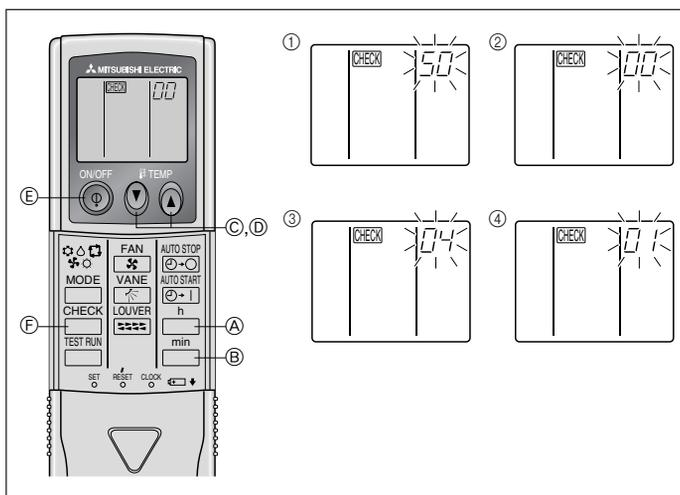

Fig. 6-9
- ⑧ Premere il pulsante MODE ; il modo e il numero del parametro (I) e (II) cambieranno restando costantemente accesi. Si può confermare il contenuto dell'impostazione.
- ⑨ Premere contemporaneamente i tasti FILTER e TEST RUN per almeno due secondi. La schermata di selezione funzioni scompare temporaneamente e appare l'indicazione di condizionatore d'aria spento.
2) Per il regolatore a distanza senza fili (Fig. 6-9)
- ① Attivare la modalità selezione funzioni. Premere due volte continuamente il pulsante . (Iniziare questa operazione dallo stato del display del comando a distanza in posizione di arresto.) **CHECK** si accende e "00" lampeggia. Premere una volta il pulsante temp per impostare "50". Dirigere il regolatore a distanza verso il ricevitore della sezione interna e premere il tasto .
- ② Impostazione del numero dell'unità. Premere il pulsante temp e per impostare il numero dell'unità "00". Dirigere il regolatore a distanza verso il ricevitore della sezione interna e premere il tasto .
- ③ Selezione di una modalità. Introdurre il codice 04 per modificare l'impostazione della tensione di alimentazione usando i tasti e . Dirigere il regolatore a distanza verso il ricevitore della sezione e interna e premere il tasto . Numero dell'impostazione in corso:
- ④ Selezione del numero di impostazione. Usare i tasti e per modificare l'impostazione della tensione di alimentazione su 01 (240 V). Dirigere il regolatore a distanza verso il sensore della sezione interna e premere il tasto .
- ⑤ Selezione in continuazione di funzioni multiple. Ripetere le fasi ③ e ④ per modificare in continuazione le impostazioni di funzioni multiple.